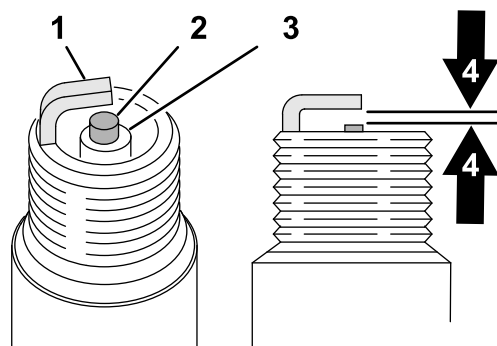

Figura 165
- Uitai-vă la centrul ambelor bujii (Figura 165). Dacă izolatorul este maro deschis sau gri, motorul funcionează corect. Existena unui strat negru pe izolator semnifică de obicei faptul că filtrul de aer este murdar.